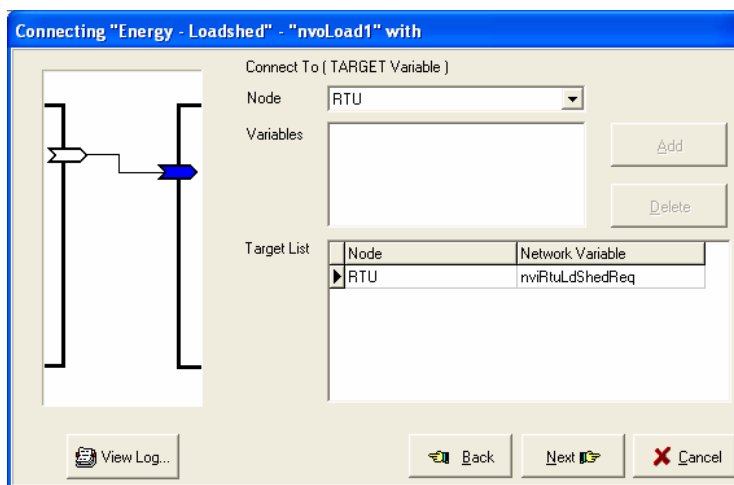

Figure 19 – Connexion vers...
- 10- La fenêtre qui s'ouvre (Figure 19) vous permet de choisir la variable d'entrée à laquelle vous désirez connecter la variable **sélectionnée auparavant (nvoLoad1)**. Choisir le nœud de la charge désirée (ici **RTU**) dans la liste déroulante.